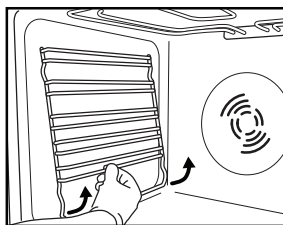

Fig. 3
1. Déposez les grilles porte-accessoires latérales (Fig. 3).